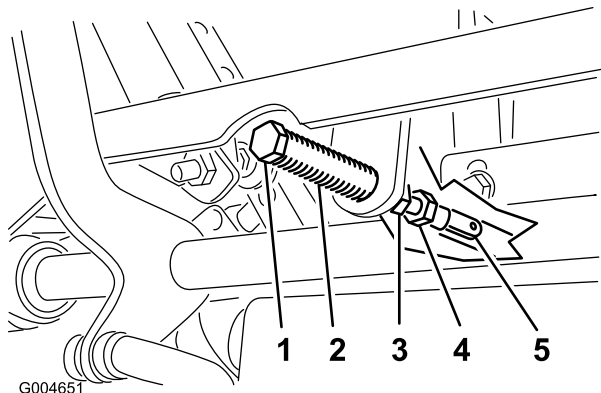

図 49
5. クレビスピンピボットシャフトの上のアームについているがスロットの端部に接触するスプリングに圧力が掛かり始める位置まで、図 49 のようにレバーを手前に引く。
7. 調整が必要な場合は、ジャムナットをゆるめて調整ナットをヨーク側に移動できるようにする 図 49。
8. コントロールレバーを軽く手前後退側に引きながら、調整ボルトを回して、コントロールレバーがちょうどニュートラルロック位置にくるように調整する 図 49。
9. ナットとジャムナット 図 49 を締め付ける。
10. ボールジョイント部でジャムナット(図 49)を締めつける。